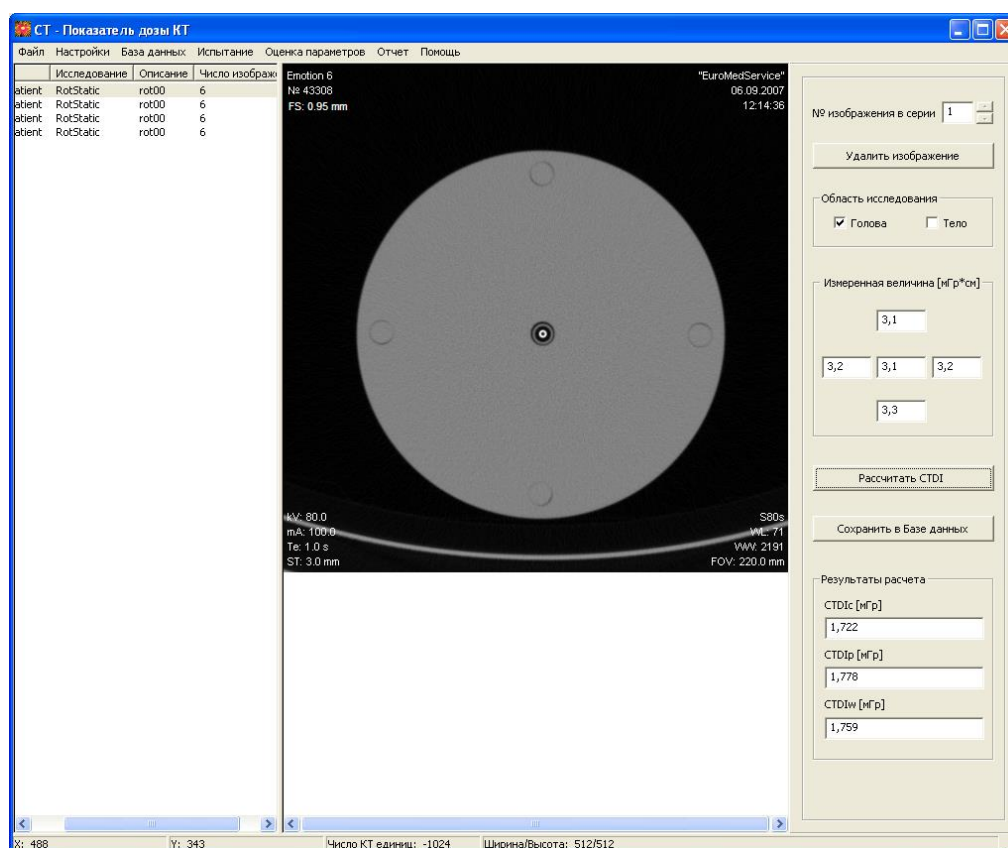

Рис. 8.2. Расчет показателя дозы КТ
расположены две кнопки «**Рассчитать CTDI**» и «**Сохранить в Базе данных**». Пока не открыто ни одного изображения, все кнопки неактивны. После того, как данные введены необходимо нажать на кнопку «**Рассчитать CTDI**». Программа рассчитывает показатель дозы КТ в центре тест-объекта (CTDIc), на периферии тест-объекта (CTDIp) и взвешенный показатель дозы КТ (CTDIw); результаты приводятся в соответствующих текстовых формах (см. Рис. 8.2.). После того, как все требуемые параметры рассчитаны, становится активной кнопка «**Сохранить в Базе данных**», которая позволяет сохранить рассчитанные параметры в базе данных.
1. Открываются все зарегистрированные изображения (главное меню «**Файл**» → «**Открыть...**»). В процессе открытия изображений таблица, расположенная в левой части окна, заполняется информацией, содержащейся в тэгах зарегистрированных изображений (см. Рис. 8.2.). Каждая строка таблицы представляет собой отдельное исследование с определенным набором параметров. Пункт 1 выполняется только в том случае, если изображения